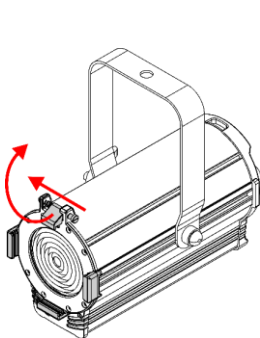

Abb. 10
- 01) Drücken Sie auf die **federbelastete Schraube (01)** und heben Sie gleichzeitig die **Farbrahmenklammer (02)** an und klappen Sie sie nach hinten (siehe Abb. 10).